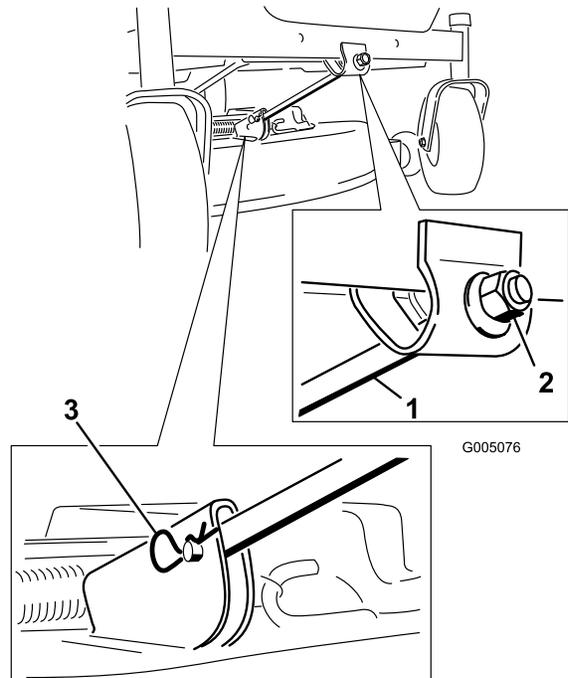

Figura 43
- Retire el pasador y la chaveta de la varilla de soporte delantera (Figura 43). Baje cuidadosamente la parte delantera de la plataforma del cortacésped al suelo.
6. Conecte la varilla de soporte delantera a la plataforma del cortacésped con el pasador y la chaveta (Figura 43).